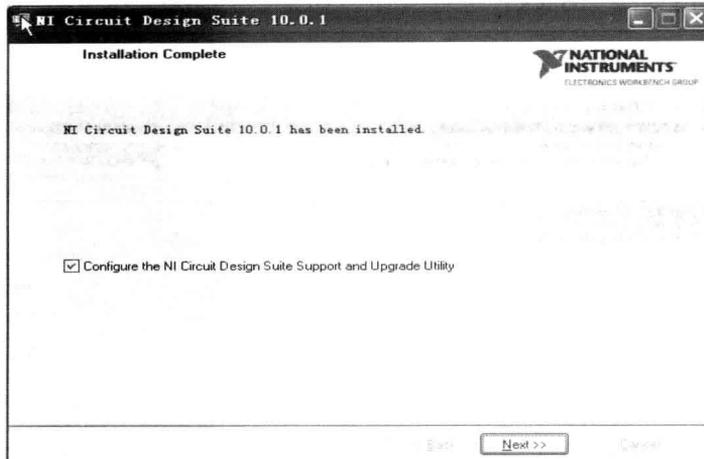

图 1-9 配置软件支持和升级程序
(8) 这一步是配置 (configure) Multisim10 支持和升级模块，如图 1-9 所示，如果用户不需要配置，点击复选框，把复选框中的 去掉，则不进行配置。如果选择了用户配置，就可以随着软件的更新同步升级。